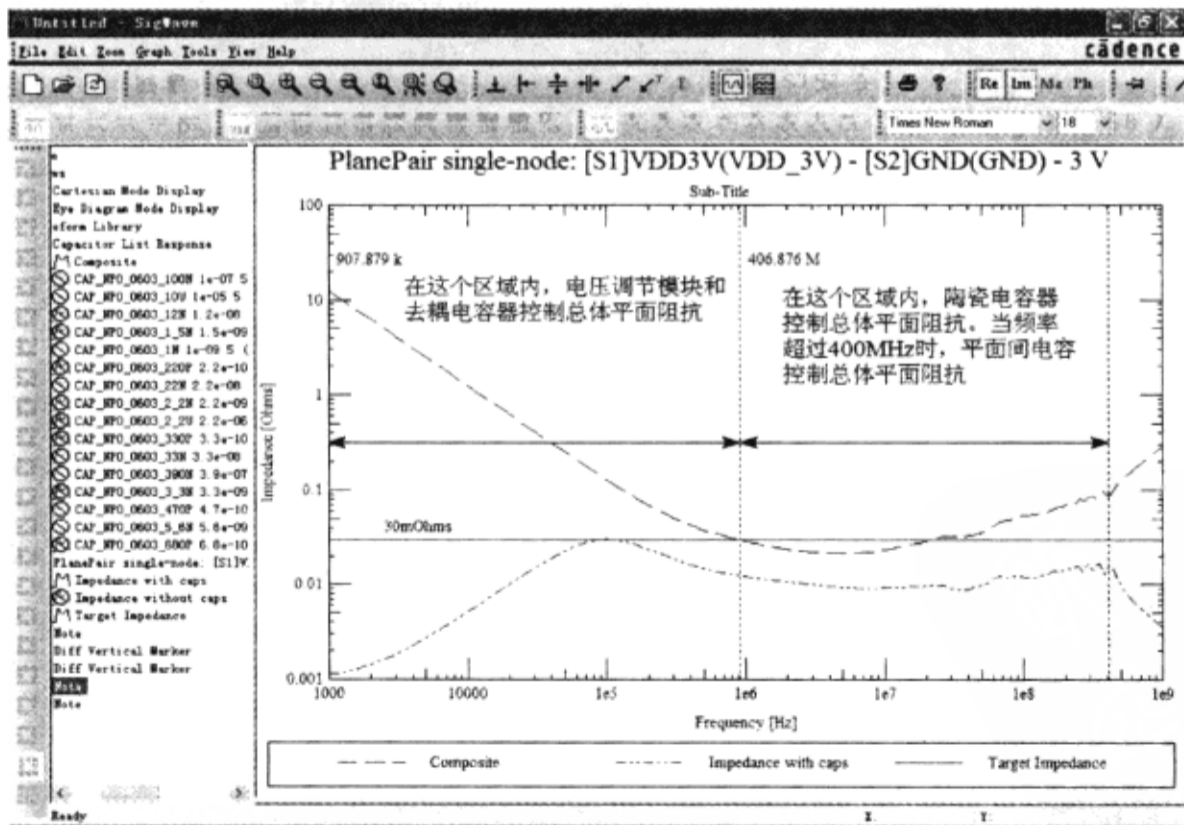

图 8-8-77 平面对单节点仿真响应曲线
(7) 在 SigWave 窗口中的 Impedance with Caps 上单击鼠标右键，在弹出的菜单中可对波形的线宽、颜色和样式等做出修改，如图 8-8-77 所示。